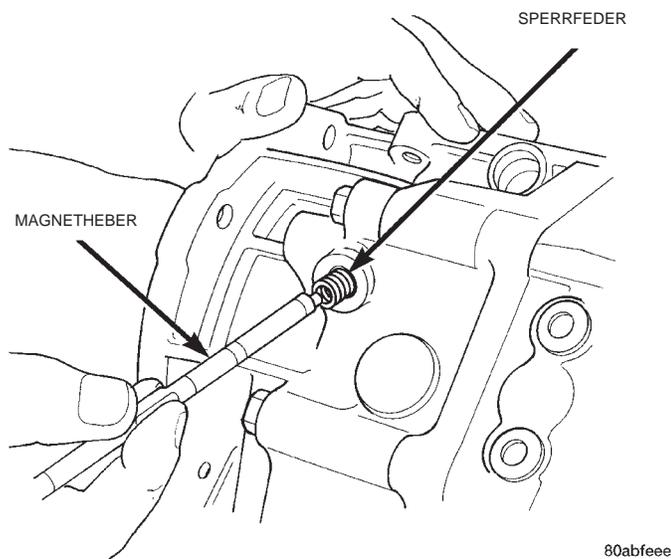

Abb. 45 Sperrfeder einsetzen
(17) Die Sperrfeder in die Bohrung im Gehäuse einsetzen (Abb. 45).